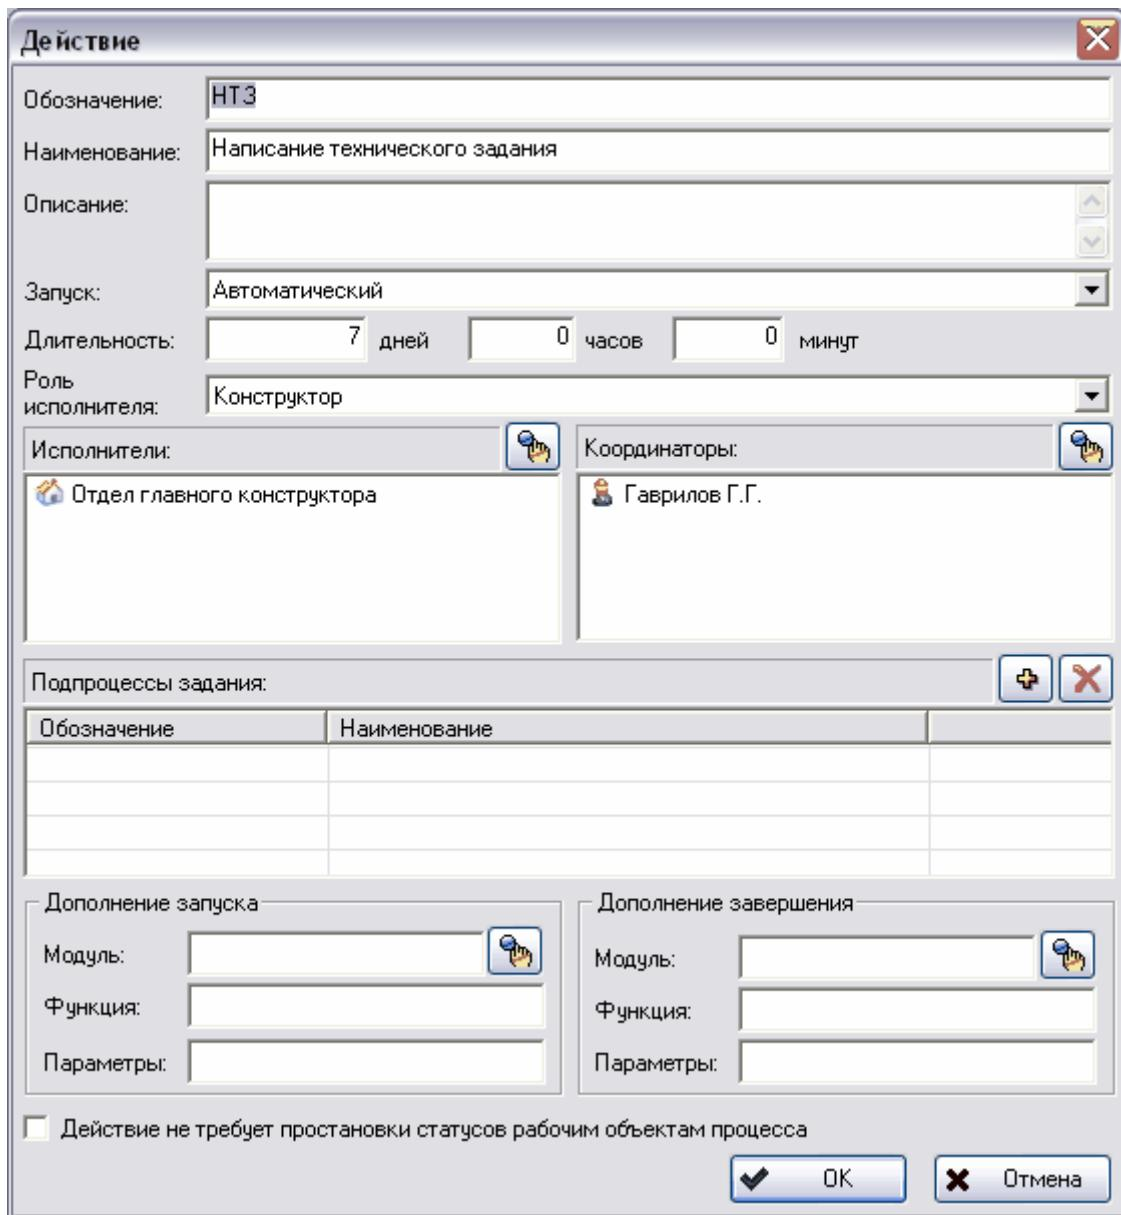

Рис. 10 Создание нового действия
- В появившемся диалоговом окне **Действие** введите необходимые параметры (Рис. 10).